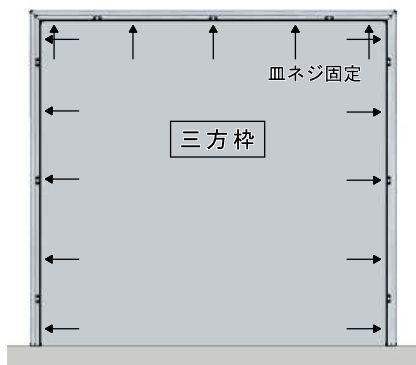

図2-4
- 2-4 パネル外枠を開口枠に嵌め込み同梱の皿ネジにて固定します。(上枠とたて枠を開口枠に取り付ける場合、アルミ製の開口枠用には皿ドリルネジ(M4X50)、樹脂製の枠用には皿タッピングネジ(M4X50)がそれぞれ同梱されています。)(図2-4,5参照)